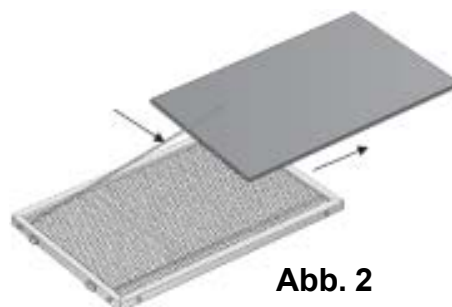

Abb. 2
2.3 - AKTIVKOHLEFILTER (nur bei Filterversion) (ABB.2)
- Entfernen Sie die beiden Metallbefestigungen, nehmen Sie den Filter heraus und bauen Sie den neuen Filter ein (Abb. 2).